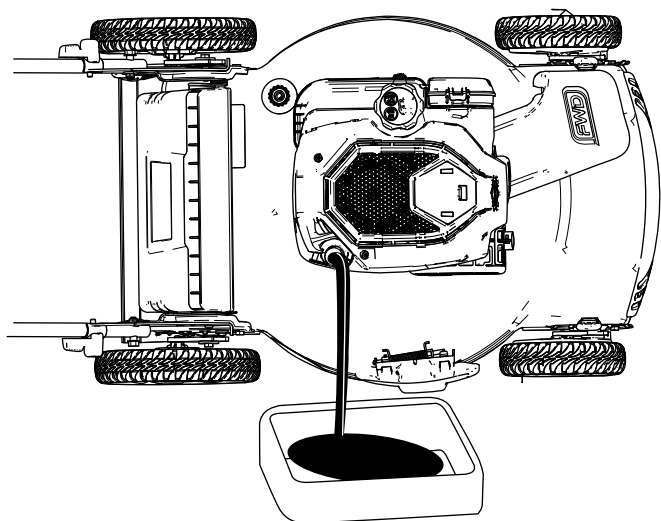

Figura 23
4. Ponga la máquina de lado (de modo que el filtro de aire quede hacia arriba) para drenar el aceite usado a través del tubo de llenado de aceite (Figura 23).